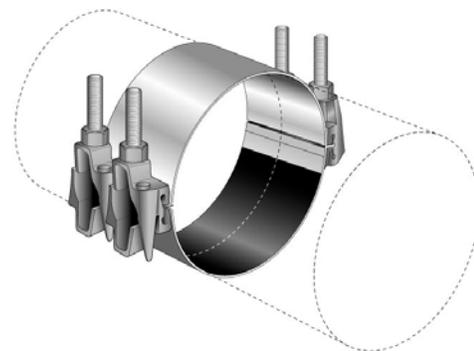

Figura 4. Abrazadera de tubo
- La sección dañada se puede reemplazar mediante abrazaderas de tubo, como se muestra en la figura 4.